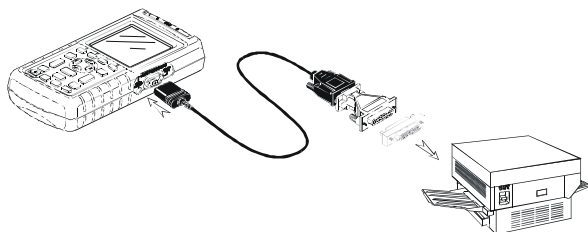

图 1-22. 连接串行打印机
- 光电隔离的 RS-232 Adapter/Cable（适配器/导线）（PM9080），选件）将串行打印机接在测试仪的 OPTICAL PORT（光电接口）上。（见图 1-22）